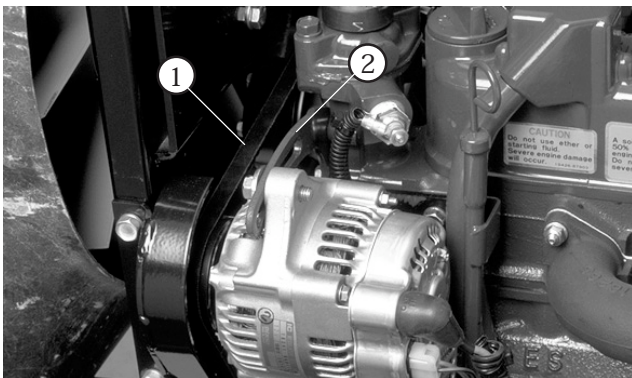

図 55
2. ベルト (図55) の中央部分 (オルタネータとクランクシャフトプーリの間) を 10 kg の力で押して点検する。たわみが10 mm 程度あるのが適正。たわみがこの範囲になれば、以下に示すステップ 3 からの手順で調整する。適正であれば調整は不要である。
3. プレースをエンジンに固定しているボルト (図55) と、オルタネータをプレースに固定しているボルトをゆるめる。